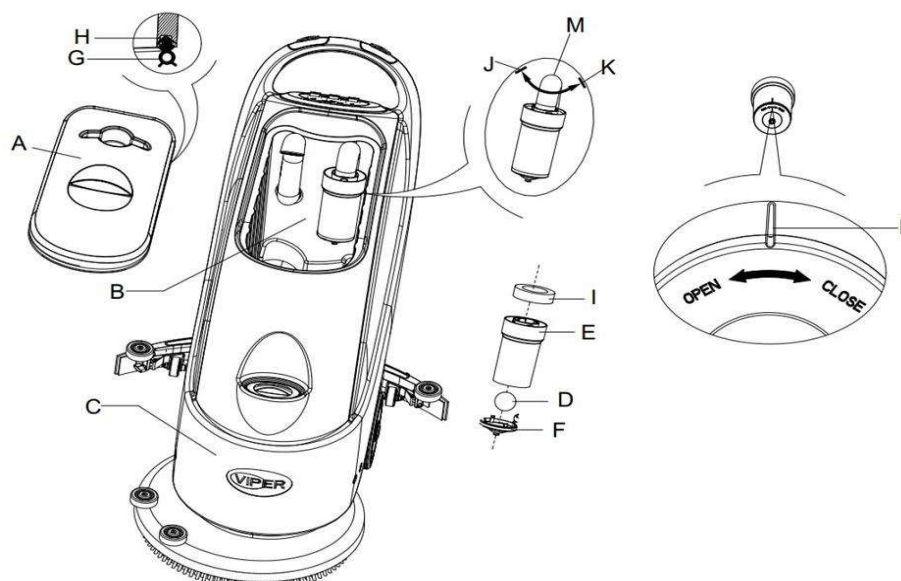

Figura 11
2. Pressione o interruptor de energia (38) para a posição “O” para desligar a máquina.
3. Abra a tampa do tanque de recuperação (A, Figura 11), e retire o dispositivo de flutuação (36) do tanque de recuperação.
4. Utilize água pura para limpar a tampa (A), o tanque de recuperação (B e C), e o encaixe de suporte do filtro de flutuação (E). Drene toda a água do tanque através do tubo de recuperação (15).
5. Se necessário, seguindo os símbolos “Abrir” e “Fechar” como mostrado na Figura 11, abra a tampa inferior (F) do filtro de flutuação e limpe o objecto flutuante (D), o encaixe de suporte de filtro de flutuação (E), e a esponja do filtro (I). Após a limpeza, fixe o objecto de flutuação ao encaixe de suporte de filtro de flutuação (E), e alinhe a ranhura (L) da tampa inferior (F) do filtro de flutuação com a ranhura (L) encaixe de suporte de filtro de flutuação (E). Aperte bem a tampa inferior (F) do filtro de flutuação, e fixe a esponja do filtro (I) no encaixe de suporte de filtro de flutuação (E), e de seguida no tubo de vácuo (M).
6. Verifique a solidez do anel de selagem (G) da tampa do tanque de água.
Se necessário, a fita de selagem do tanque de água (G) pode ser retirada da ranhura (H) e substituída. Quando montar uma fita de selagem para o tanque de água, como mostrado na **Figura 11** abaixo, instale o conector na secção do meio da parte traseira.
7. Verifique se a superfície receptora da fita de selagem (G) está intacta e sela adequadamente.
8. Feche a tampa do tanque de recuperação (A).